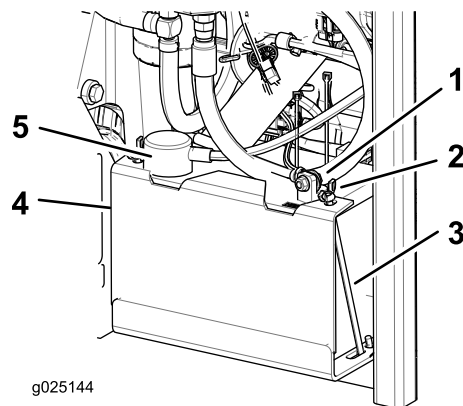

Рисунок 47
3. Отсоедините отрицательный кабель (черный) от отрицательной (-) клеммы аккумулятора (Рисунок 47).
4. Сдвиньте красный изоляционный колпачок с положительной (красной) клеммы аккумулятора и отсоедините положительный (+) кабель аккумулятора (Рисунок 47).
5. Снимите барашковые гайки, которые крепят J-образные крюки (Рисунок 47).
6. Снимите хомут (Рисунок 47).
1. Установите аккумулятор в лоток так, чтобы клеммные штыри были расположены на противоположной стороне относительно гидравлического бака (Рисунок 47).
4. Закрепите кабели 2 болтами, 2 шайбами и 2 контргайками (Рисунок 47).
6. Установите хомут и закрепите его барашковыми гайками и J-образными крюками (Рисунок 47).